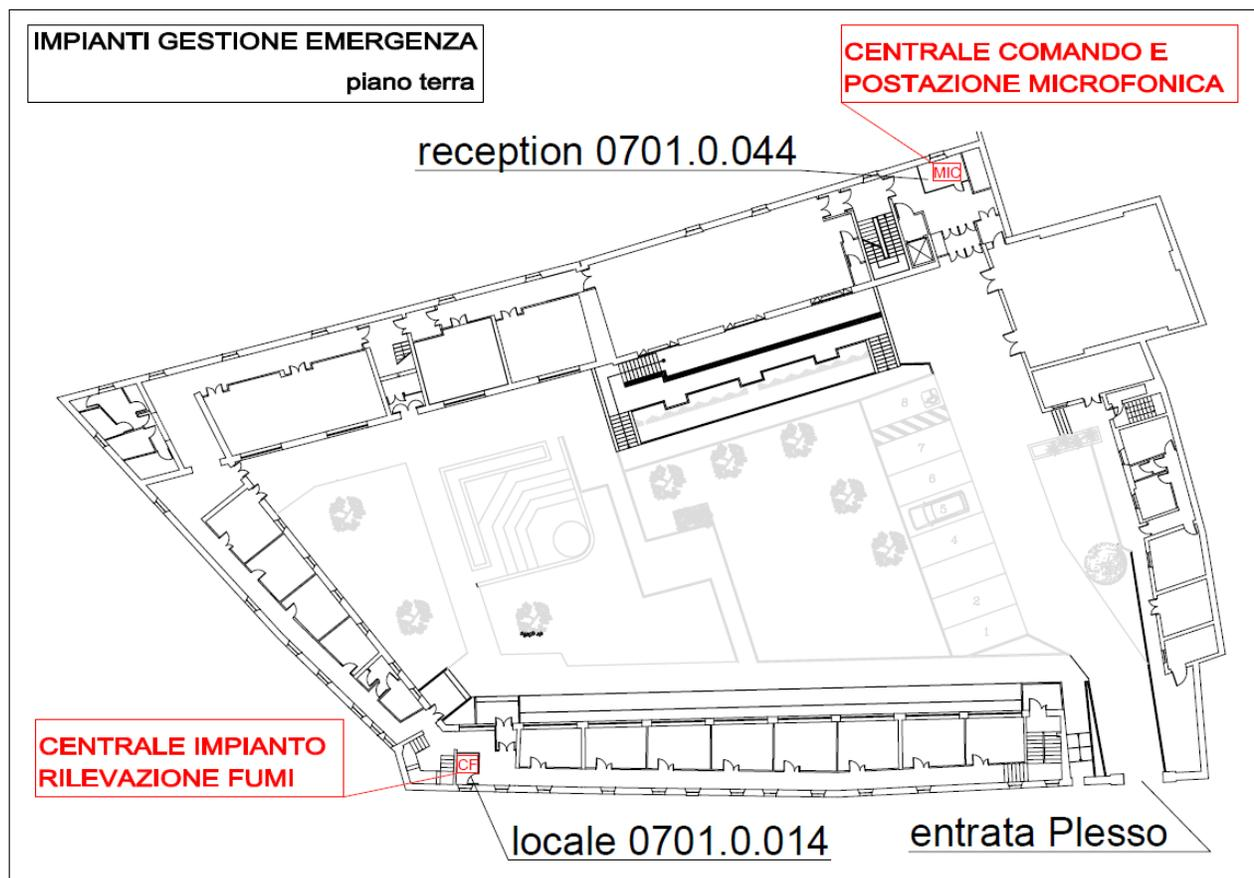

Figura 1 - Impianti gestione emergenze.
Nell'edificio Ex Caserma Carrozze il Centro Operativo è individuato nella **reception** al piano terra in prossimità della biblioteca (SIPE 0701.0.044, vedi p.to 3.3 – Figura 1).
La struttura è dotata di un sistema di allarme automatico per la rilevazione e segnalazione di incendi costituito da una centrale di comando ubicata nel locale al piano terra SIPE 0701.0.014 (vedi p.to 3.3 – Figura 1), da rilevatori di fumo (nei locali ove previsti dalla norma), da pulsanti manuali e da targhe ottico/acustiche.
Per la gestione dell'emergenza e dell'evacuazione è inoltre presente un impianto di diffusione sonora con altoparlanti la cui centrale di comando e postazione microfónica è collocata nella reception al piano terra (locale 0701.0.044, vedi p.to 3.3 – Figura 1); tale impianto viene utilizzato per la comunicazione di preallarme e di ordine di evacuazione.
L'impianto, oltre a trasmettere un messaggio preregistrato per comunicare l'evacuazione del Plesso, può essere utilizzato per comunicare il preallarme mediante messaggio vocale da parte del personale presente in reception. In entrambi i casi bisogna agire sulla consolle presente all'interno della reception (vedi p.to 3.3 – Figura 1)
1. ai Vigili del Fuoco (115)
- Valuta autonomamente l'opportunità di avviare il segnale di EVACUAZIONE della struttura agendo sulla postazione microfonicata (vedi p.to 3.3 – Figura 1).
- effettua la chiamata ai **Vigili del Fuoco (115)** e se necessario **dell'autoambulanza (118)**;
- ordina l'evacuazione dell'edificio (**messaggio preregistrato**) agendo sulla postazione microfonica (vedi p.to 3.3 – Figura 1).